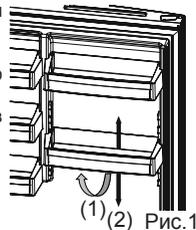

Рис. 1
Поднимите переднюю часть полки (1) и двигайте вверх или вниз регулируемую дверную полку (2) обеими руками (Рис. 1)